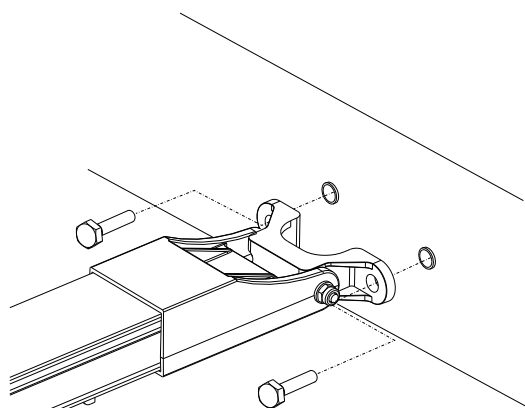

Fig. 8
- Unire la staffa di ancoraggio al telaio della porta oppure ove necessario al muro mediante rivetti o tasselli (Fig. 8);